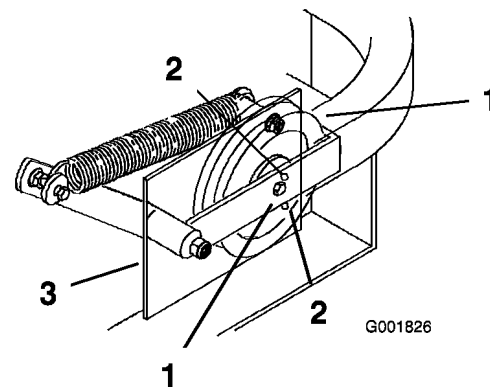

Figure 55
Important: Vérifiez que la courroie est bien en place dans les guides avant et arrière (Figure 55).
- Vérifiez la tension de la courroie. Le boulon central de la poulie de tension appelée par ressort doit se trouver près du trou d'alignement supérieur de la plaque de support gauche (Figure 55).